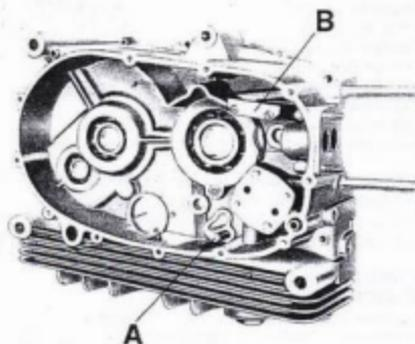

Abb. 21
- der Haltebolzen des Gangwählers (s. A in Abb. 21);
- die Ölverteilungsplatte (s. B in Abb. 21);